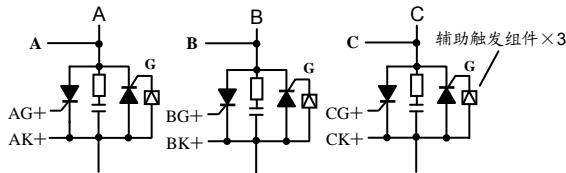

图 26: C7 半控接线, 参照图 3 连接
2. C7、C8 型三相触发器采用传统触发方式, 需要接同步信号线。触发有极性, 请严格参照前文图 26~图 27 接线图接线。C7 和 C8 类型能自动适应相序, 只要接线无误即可正常工作, 无须理相;